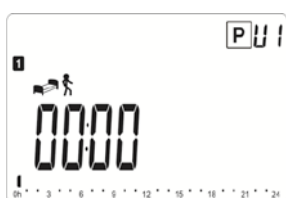

Fig. 16
- 5) appuyer sur (OK) pour valider le choix ; la page écran s'affichera sur la Fig. 16.